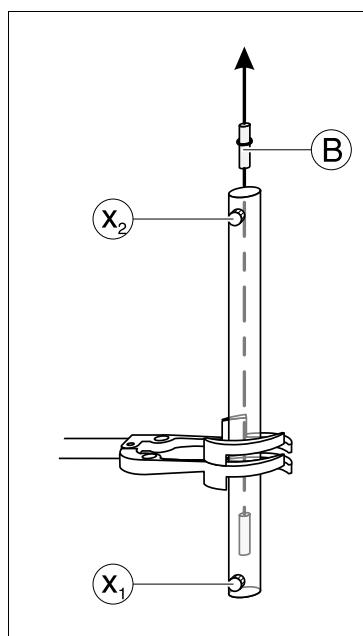

Fig. 8.5
- Desserrer la vis x1 et tout en tenant le porte-ruban (B), enlever la vis x2 (Fig. 8.5).
- Aflojar el tornillo x1 y con el soporte de la cinta fijo (B) retirar el tornillo x2 (Fig. 8.5).